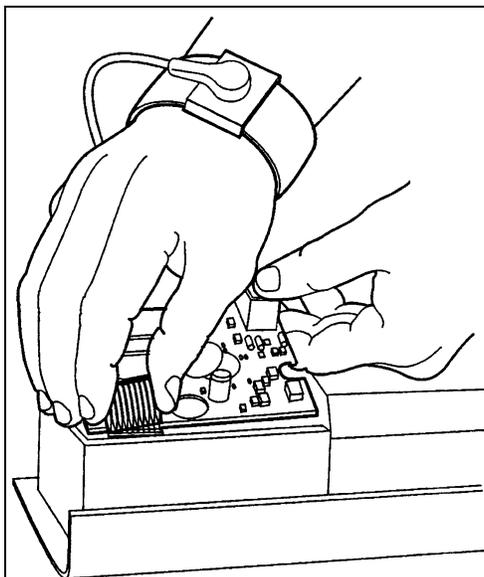

FIGURE 3 : RETRAIT DU MODULE DE GAUCHE
8. Couper les étiquettes de garantie et retirer les 3 vis de montage du module de gauche. Retirer le couvercle du module de gauche. Soulever délicatement le module d'affichage en mode graphique/CPU. Le mettre de côté sur le tapis antistatique (voir la figure 3).